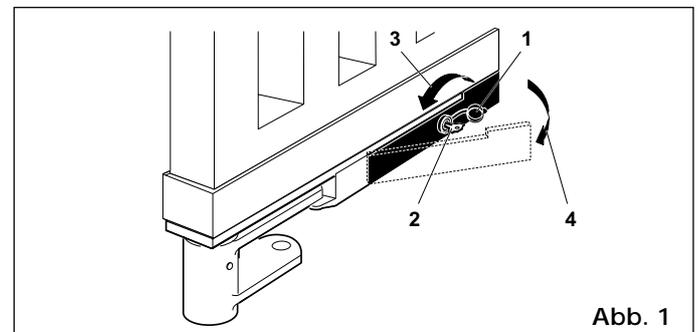

Abb. 1
Sollte infolge von Stromausfällen bzw. Betriebsstörungen ein manueller Torbetrieb erforderlich sein, muß auf das Entriegelungssystem mit Schlüssel zurückgegriffen werden. Das System gehört zum Tor-Lagerbügel (Abb.1-Pos.6) und ermöglicht die Entriegelung inner- und außerhalb des Grundstücks.
Bolzen und Kugel des Lagerbügels über die entsprechende Bohrung von Abb.1-Pos.13 schmieren.
Einer konstanten Schmierung bedürfen ebenfalls die Hebelbolzen, das Ritzel und der Schloßeingriff mit dem Klemmbügel (Abb.1-Pos.5), wobei die Funktionskontrolle des manuellen Betriebs vorzunehmen ist.
- Schutzabdeckung des Elektroschlössers öffnen (Abb. 1-Pos. 1)
- Entriegelungsschlüssel in das Schloß einstecken (Abb. 1-Pos. 2)
- Schlüssel bis zum Anschlag in Pfeilrichtung drehen (Abb. 1-Pos. 3)
- Hebel hochziehen (Abb. 1-Pos. 4)